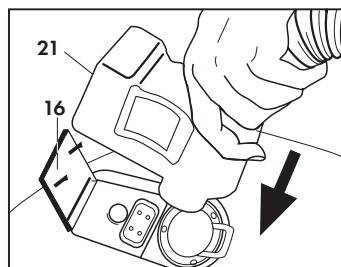
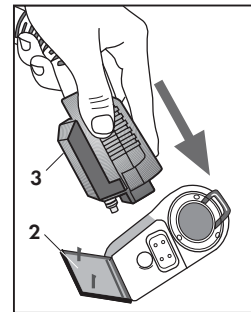

Abb. 10
Abb. 20
Die Klappe der Steckbuchse (16) an den Körper des Schnellanschlusses drücken und kontrollieren ob die beiden Teile richtig ineinander rasten. (Abb. 10)
BÜGELEISEN (Abb. 20 - 21 - 22)
Dazu den Stecker (3) des Bügeleisens in die Steckbuchse für das Zubehör (2) (**Abb. 20**) anstelle des Schlauchs laut Anweisungen auf Seite 49 (**Abb. 10**) „Arbeitsschlauch anschließen (saugen/sprühen)“ stecken.